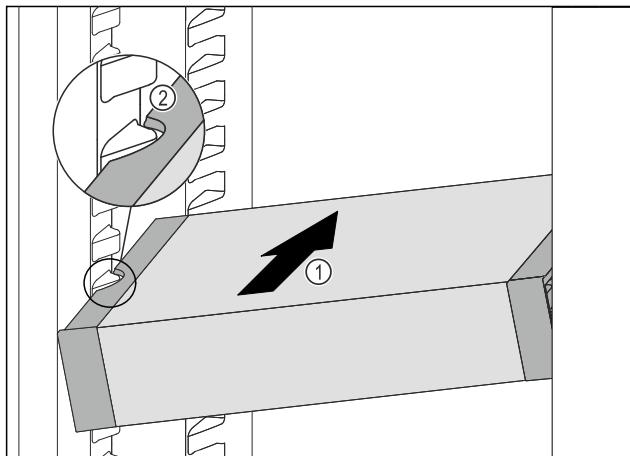

Fig. 123
- ▶ Вдвигайте VarioSafe под наклоном в холодильное отделение *Fig. 123 (1)*, пока боковые выемки *Fig. 123 (2)* VarioSafe не окажутся на высоте выступа резервуара в холодильном отделении.